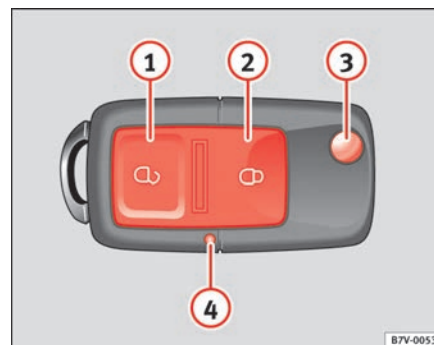

Abb. 61 Tastenbelegung Funkschlüssel
Es wird nur die Fahrertür entriegelt, wenn Sie den Schlüssel im Schloss der Fahrertür *einmal* in Öffnungsrichtung drehen oder einmal die Entriegelungstaste ⇒ Seite 96, Abb. 61  im Funkschlüssel drücken.
- Drücken Sie im Funkschlüssel die Taste  ⇒ Abb. 61 ①, um alle Türen und die Heckklappe zu entriegeln.
- Drücken Sie im Funkschlüssel die Taste  ②, um alle Türen und die Heckklappe zu verriegeln.
Bei Tastendruck leuchtet die Batterie-Kontrollleuchte im Funkschlüssel ⇒ Abb. 61 ④ auf.
Mit der Taste im Funkschlüssel ⇒ Abb. 61 ③ wird der Schlüsselbart entriegelt.
- Betätigen Sie einmal die Öffnungstaste  ⇒ Seite 96, Abb. 61 .
Wenn Sie die Taste  ⇒ Seite 96, Abb. 61  häufig außerhalb des Wirkungsbereiches betätigen, kann sich das Fahrzeug mit dem Funkschlüssel nicht mehr öffnen oder schließen lassen. Der Funkschlüssel muss dann neu synchronisiert werden.
Wenn die Batterie-Kontrollleuchte im Funkschlüssel ⇒ Seite 96, Abb. 61 ④ bei Tastendruck nicht leuchtet, muss die Batterie in Ihrem Schlüssel in Kürze ausgetauscht werden.
- Klappen Sie den Schlüsselbart heraus, indem Sie auf den Knopf ⇒ Seite 96, Abb. 61  drücken.